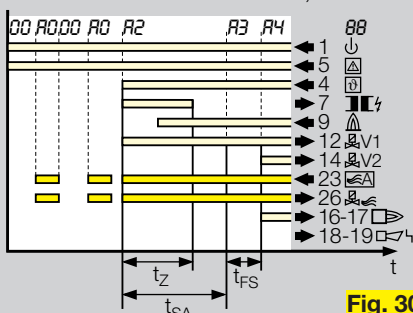

Fig. 30
- Das Luftventil öffnet programmgesteuert (Fig. 30 + 31): Parameter 30 = 0: ohne Programmsteuerung
- The air valve opens program-controlled (Figs. 30 + 31: Parameter 30 = 0: No program control
- La vanne d'air s'ouvre en fonction des commandes du programme (Fig. 30 + 31) : paramètre 30 = 0 : sans commande de programme